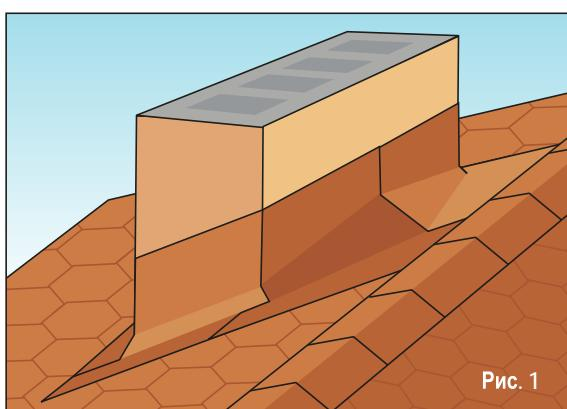

Рис. 1
Рис. 1а
Рис. 1б
- Чтобы вода не скапливалась позади дымохода, рекомендуется в настиле крыши создать противонаклон в ее верхней части. (Рис. 1).